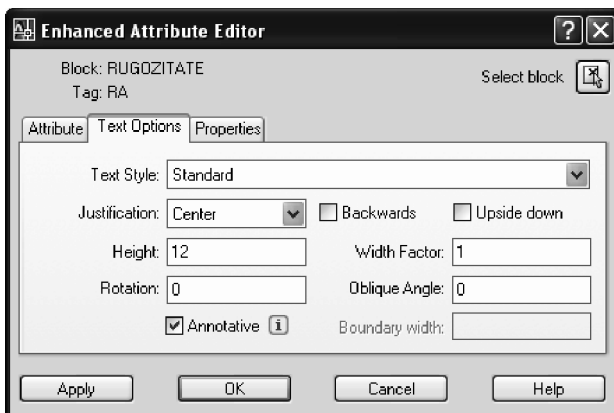

Fig. 6.91 Modificarea proprietăților atributelor
2. Din fereastra **Enhanced Attribute Editor** din Fig. 6.91 se pot schimba caracteristicile atributului.